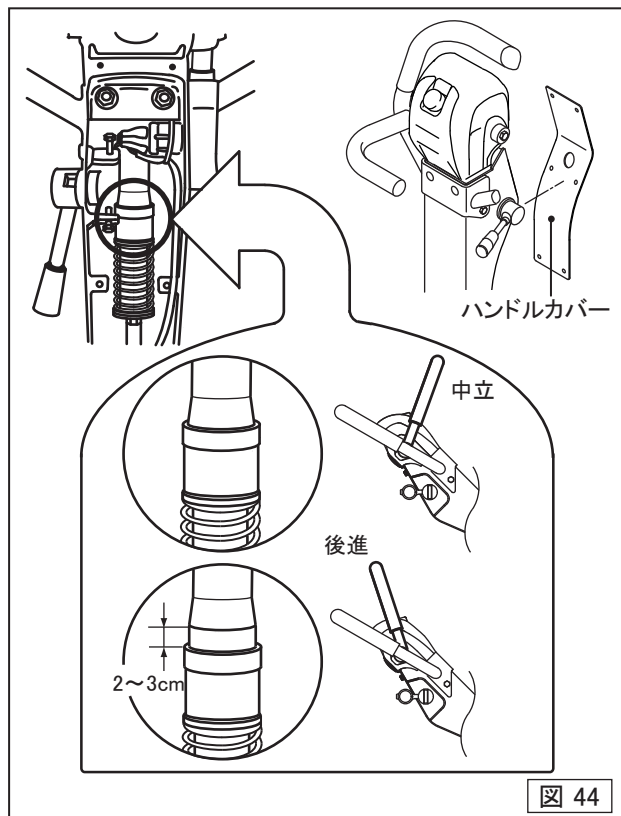

図 44
5. ハンドルカバーを外し、後進方向に動かした際に図44に示す部分が2～3cm動くようになれば、エア抜きは完了ですエア抜きが充分でない場合は”1”の手順から再度行ってください。(図43, 44)